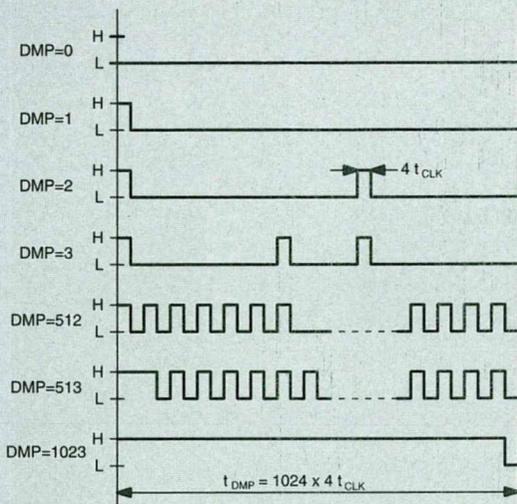

Figure 6 : timing DPM.
a) deux d'entre elles peuvent fonctionner en sorties équivalentes à des convertisseurs D/A (digital vers analogique) sur 10 bits de résolution en fonctionnant en un mode de DPM (Distributed Pulse Mode), voir figure 6, ce qui permet de réduire le coût des éléments de filtrage externes par le remplissage intelligent du signal de sortie !